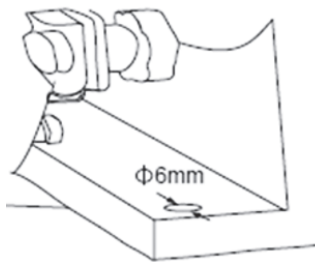

Рисунок 7. Схема фіксації виробу гвинтами до верстака.
2. Для стаціонарного використання виробу на верстаку зафіксувати його за допомогою монтажних отворів на корпусі болтами (рис. 7) так, щоб запобігти зсуву під час роботи (болти не входять у комплект постачання).